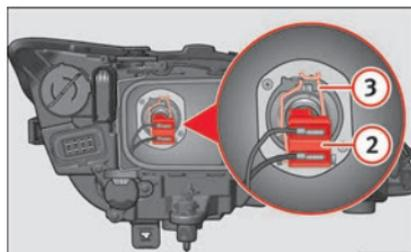

Fig. 206 Luz de cruce.
- Extraiga el conector **» fig. 206 2** de la lámpara.
- Desenganche el resorte retentor **» fig. 206 3** presionándolo hacia dentro y a la derecha.